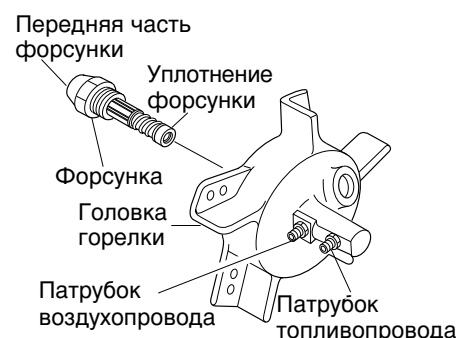

Рис. 24. Снятие форсунки, нагреватели мощностью 20, 29 и 44 кВт
8. При помощи 5/8-дюймового торцевого гаечного ключа осторожно извлеките форсунку из головки горелки (см. рис. 24).